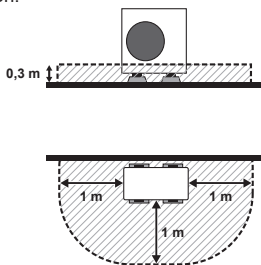

Fig. 3-3
(2) Når der installeres på et sted med 3 åbne overflader (foran en bygningsmur) (Fig. 3-3)